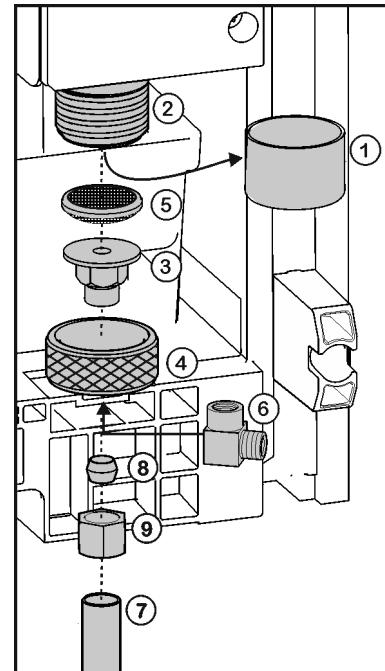

Fig. 18
- ▶ Déposer le bouchon Fig. 18 (1) de l'électrovanne Fig. 18 (2).
- ▶ Poser la pièce de raccordement Fig. 18 (3) dans l'écrou-raccord Fig. 18 (4).
- ▶ Insérer le filtre à eau Fig. 18 (5) avec la rainure vers le bas en direction de la pièce de raccordement Fig. 18 (3).
- ▶ Raccorder l'écrou-raccord Fig. 18 (4) à l'électrovanne Fig. 18 (2) et serrer.
- ▶ Pour dévier le raccordement d'eau de 90°, visser le coude Fig. 18 (6) éventuellement.
- ▶ Raccorder la conduite d'eau Fig. 18 (7) (par exemple, cuivre) à l'aide de la bague de serrage Fig. 18 (8) et visser l'écrou Fig. 18 (9) sur la pièce de raccordement Fig. 18 (3) ou le coude Fig. 18 (6).